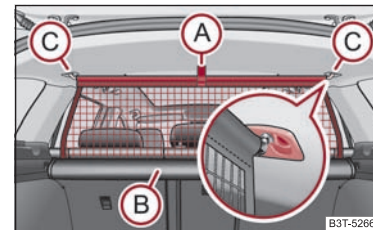

Abb. 93 Netztrennwand herausziehen ►
- Ziehen Sie die Netztrennwand an der Lasche (A) ⇒ Seite 97, Abb. 93 aus dem Gehäuse (B) in Richtung der Halterungen (C).
- Setzen Sie die Querstange in eine der Aufnahmen (C) ein und drücken die Querstange nach vorn.
- Auf gleiche Weise befestigen Sie die Querstange an der anderen Fahrzeugseite, Aufnahme (C).
- Ziehen Sie die Querstange erst auf der einen, dann auf der anderen Seite etwas nach hinten und nehmen die Querstange aus den Aufnahmen (C) ⇒ Seite 97, Abb. 93.
- Halten Sie die Querstange so, dass die Netztrennwand in das Gehäuse (B) langsam und ohne Beschädigung aufrollen kann.